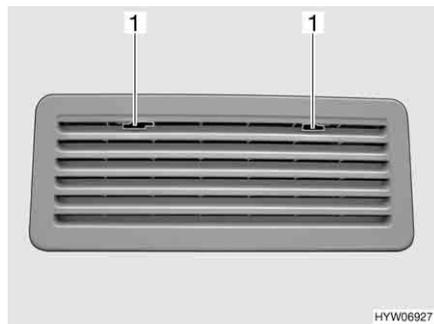

Bild 168 Kühlschrank-Lüftungsgitter
- Arretierung (Bild 168,1) zur Mitte schieben.